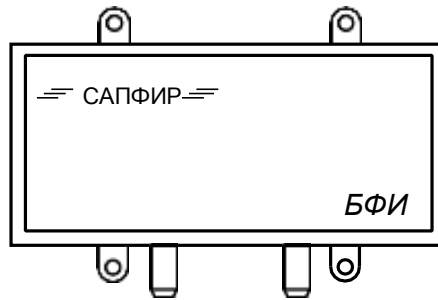

Рис. 4.5. Внешний блок формирования импульсов управления БФИ
4.1.3. При необходимости установки Системы «САПФИРмп1» отдельно от высоковольтного преобразовательного агрегата Система комплектуется внешним блоком формирования импульсов (БФИ) рис.4.5., который размещается на баке высоковольтного преобразовательного агрегата и может быть удален от Системы «САПФИРмп1» на расстоянии не более 100 м. (подробно описание внешнего БФИ приведено в АЧМЗ.064226.001.1 РЭ).